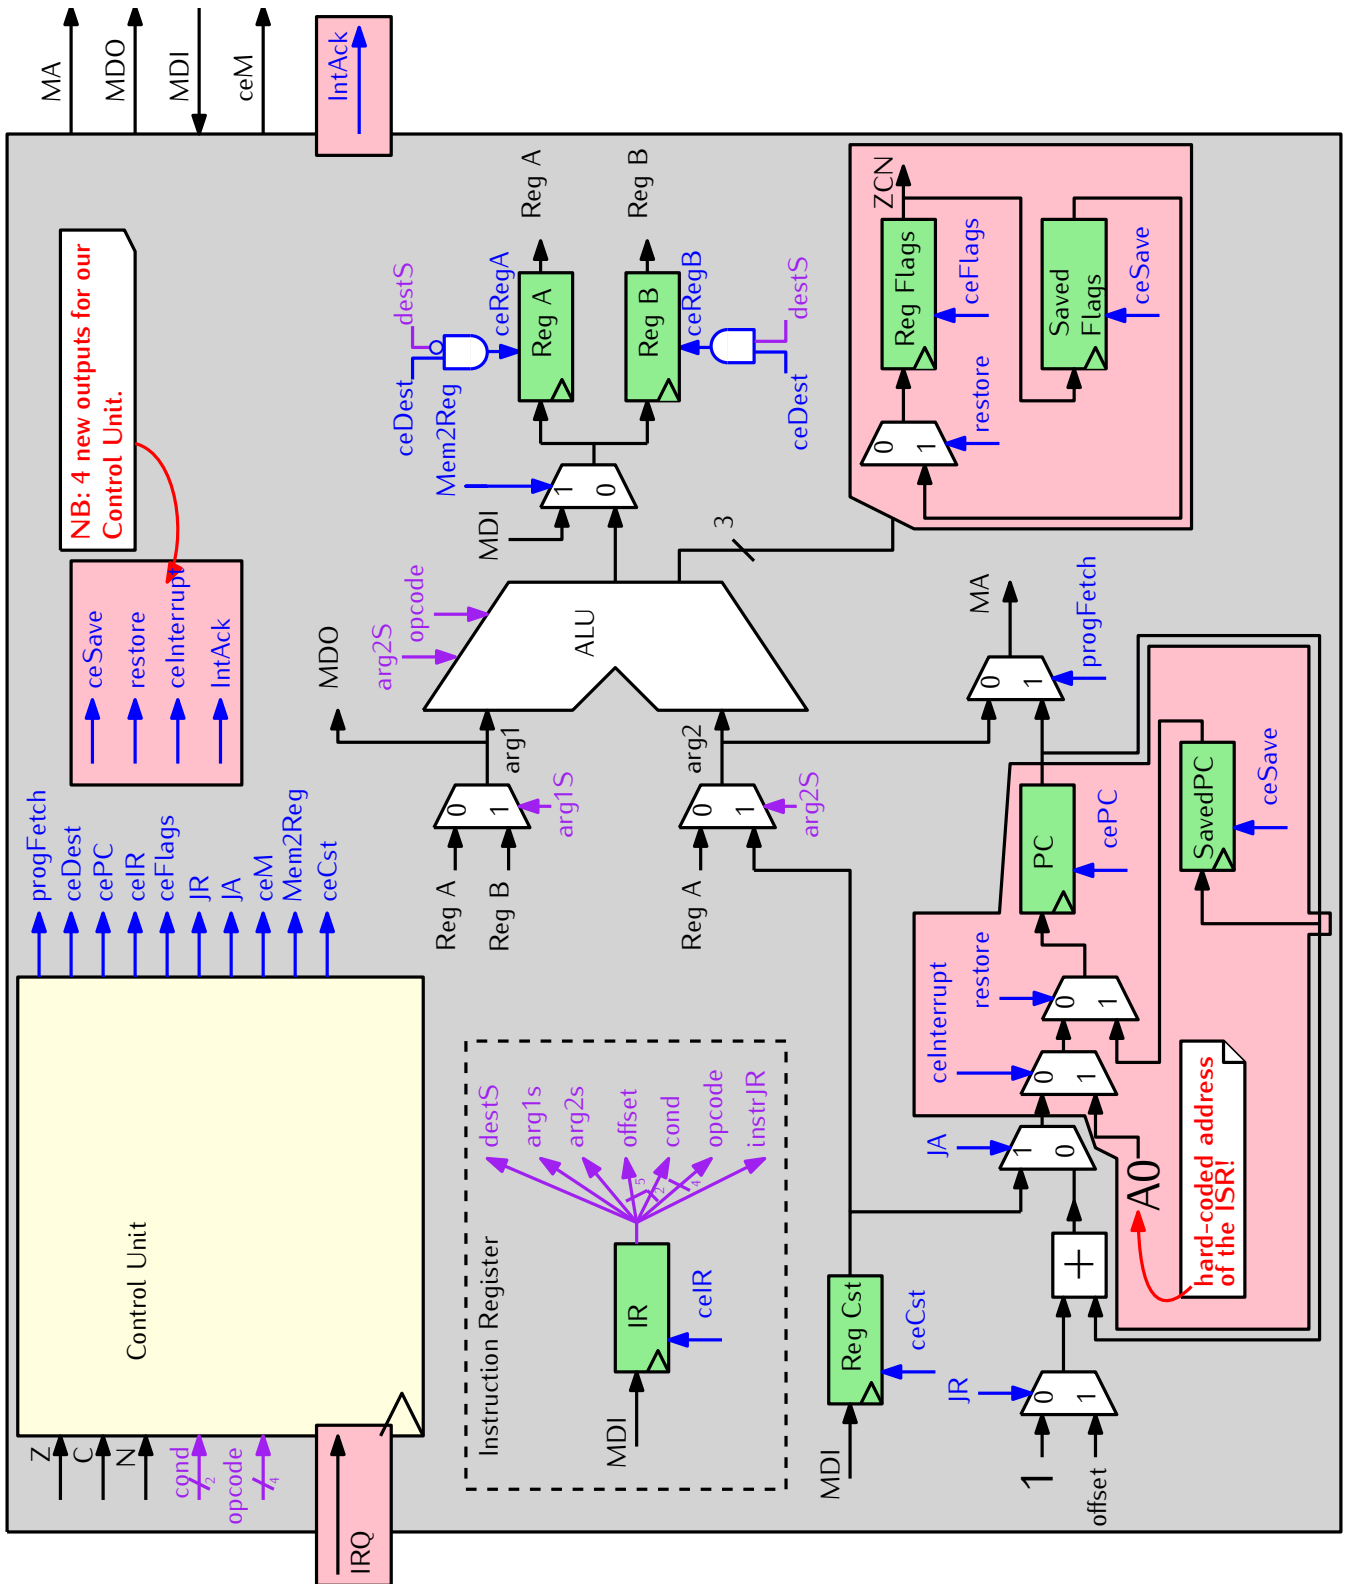

FIGURE 8 – Le chemin de donnée de la micro-machine, augmenté pour pouvoir traiter les interruptions.
**Datapath et automate** — À la figure 8, on vous donne le chemin de donnée permettant de prendre en charge les interruptions. Retrouvez-y et entourez les éléments suivants. A chaque fois, expliquez à votre binôme le rôle de l'élément en question. Demandez à un enseignant si vous avez des questions ou des incompréhensions :